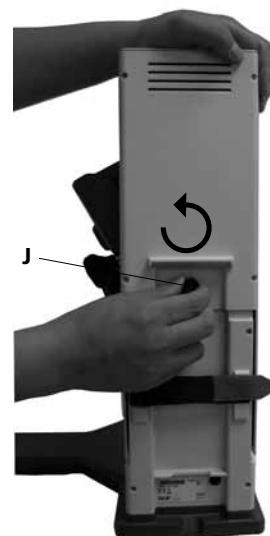

Fig. 8
2.) Desserrez la sécurité de transport . (Fig.8)